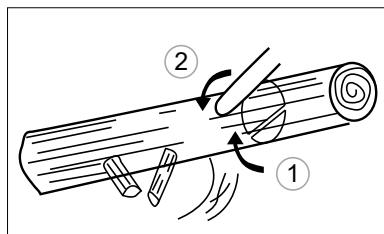

Fig. 21
2. În cazul în care trunchiul se află pe suporturi la un capăt, la început se tăie partea de jos până la 1/3 din diametrul trunchiului, pentru a evita despicarea. Apoi finalizeazăți tăierea de sus, astfel încât să coincidă cu prima tăietură, evitând astfel blocarea (Fig. 21).